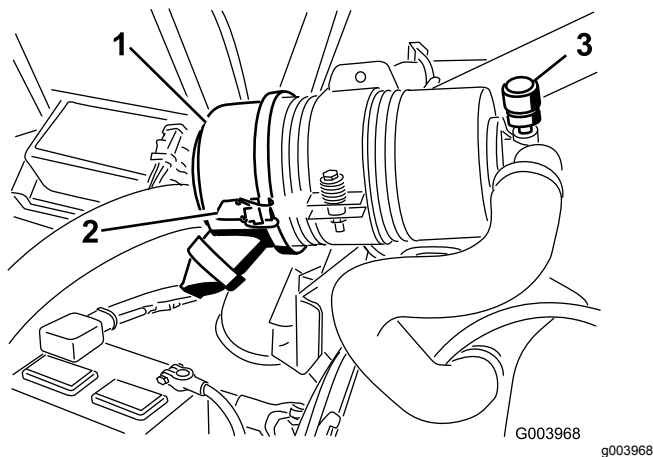

Figura 46
Faça a manutenção ao filtro de ar apenas quando o indicador de manutenção (Figura 46) o exigir. Mudar o filtro de ar antes de ser necessário apenas aumenta a possibilidade de entrar sujidade no motor quando se retira o filtro.
1. Liberte os trincos que fixam a cobertura do filtro de ar ao respetivo corpo (Figura 46).